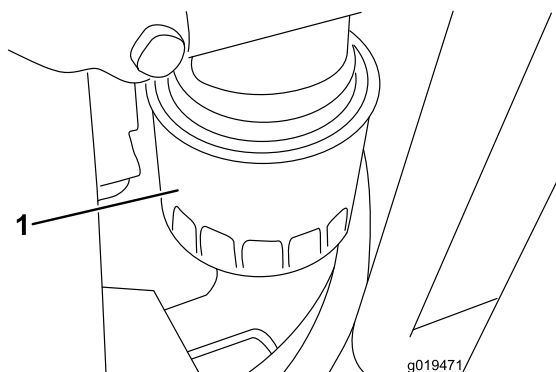

Figura 58
2. Togliete il filtro dell'olio (Figura 58). Applicare un velo di olio pulito sulla tenuta del nuovo filtro prima di avvitare. Non serrate troppo.